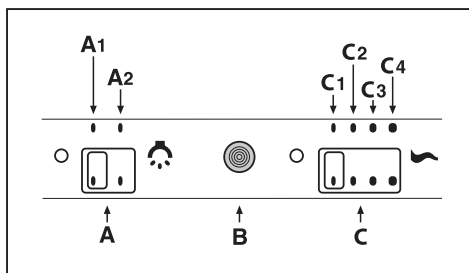

Fig.9
• Comandi slider (Fig.9) la simbologia è di seguito riportata: